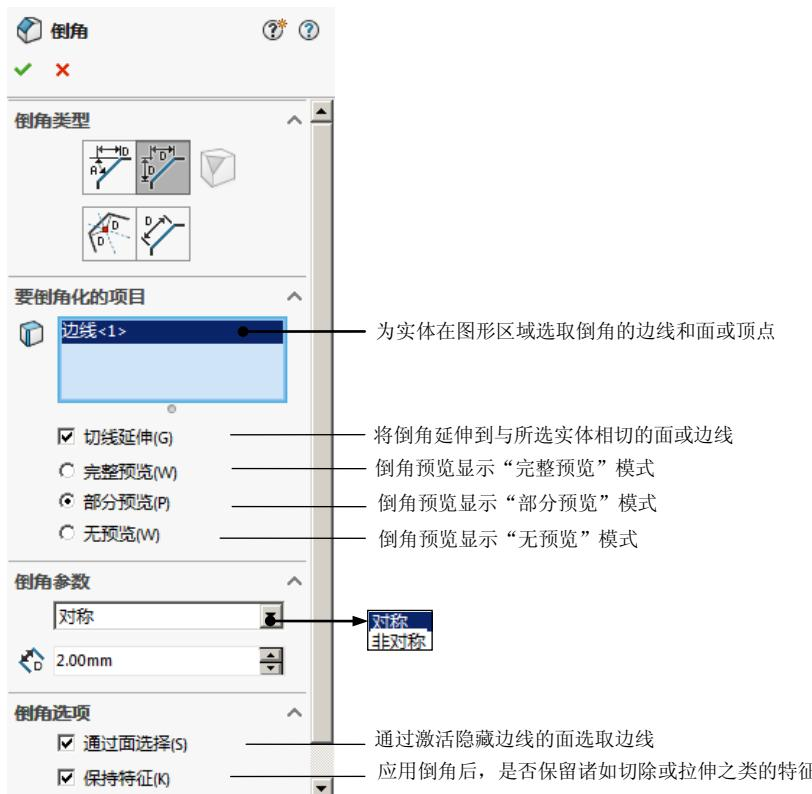

图 5.7.2 “倒角”对话框
Step2. 选择命令。选择下拉菜单 **插入(I)** → **特征(E)** → **倒角(C)...** 命令 (或单击“特征(F)”工具栏中的  按钮)，系统弹出如图 5.7.2 所示的“倒角”对话框。